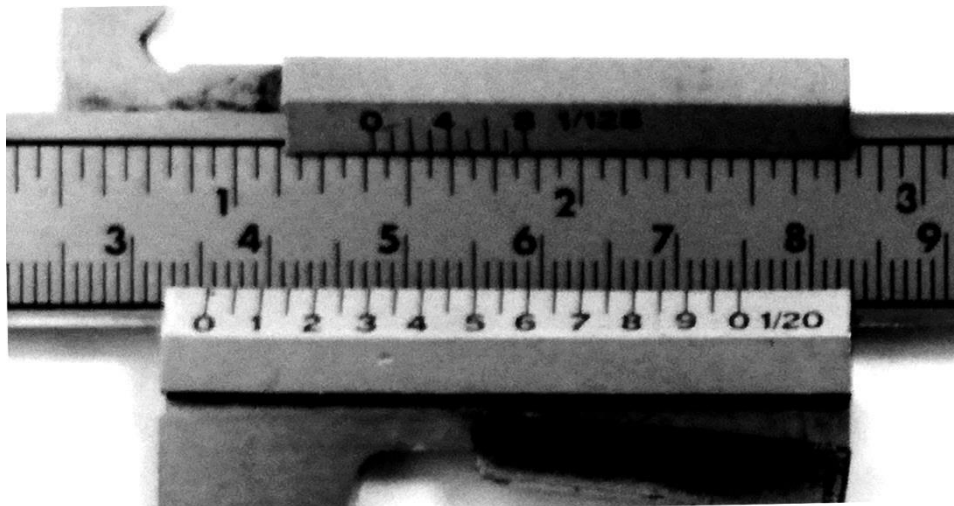

Figura I.2
1. Ubicar la posición del cero de la parte móvil, en el caso del ejemplo entre 3.5 y 3.6 cm, figura I.2.
2. Ubique la posición de la primera línea nonius que coincide con una línea de la parte fija. La numeración de esta línea nos indica el valor de la fracción de los milímetros ($1/20$), que en el caso del ejemplo tendríamos la medida de 3.555 cm, figura I.2.